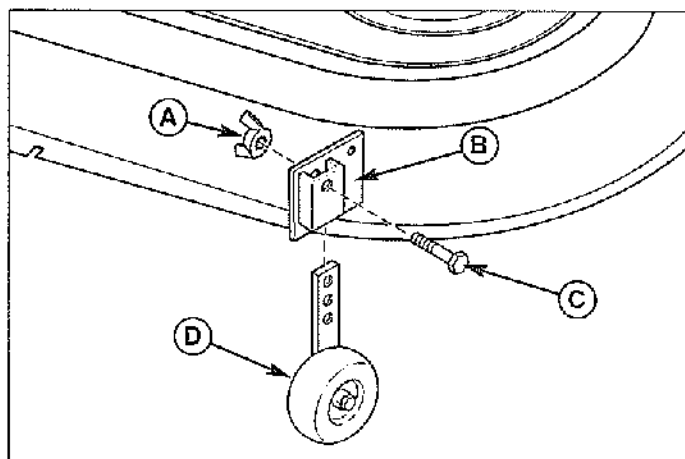

Figure 55. Réglage de la roue d'ajustement à glissement
1. Enlever l'écrou à oreilles nylock (A, Figure 55) de la vis (C). Sortir la vis (C) en la glissant du support de roues d'ajustement (B). Changer la position de l'ensemble support de roues d'ajustement à la hauteur désirée.
2. Insérer la vis (C) dans le support de roues d'ajustement (B) et l'ensemble roues d'ajustement (D). Serrer l'écrou à oreilles nylock (A). Répéter les étapes 1 & 2 pour toutes les roues d'ajustement.